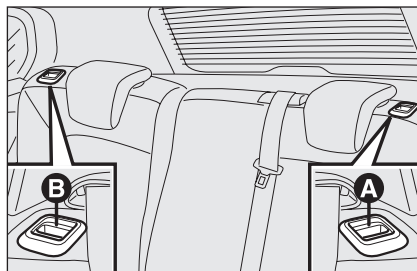

fig. 82
- ☐ intervenga en las manillas **A o B-fig. 82** para desbloquear respectivamente la parte izquierda o derecha del respaldo y acompañar el respaldo hacia el cojín.
- ☐ levante las manillas **A y B-fig. 82** para desbloquear los respaldos y colocarlos sobre el asiento.